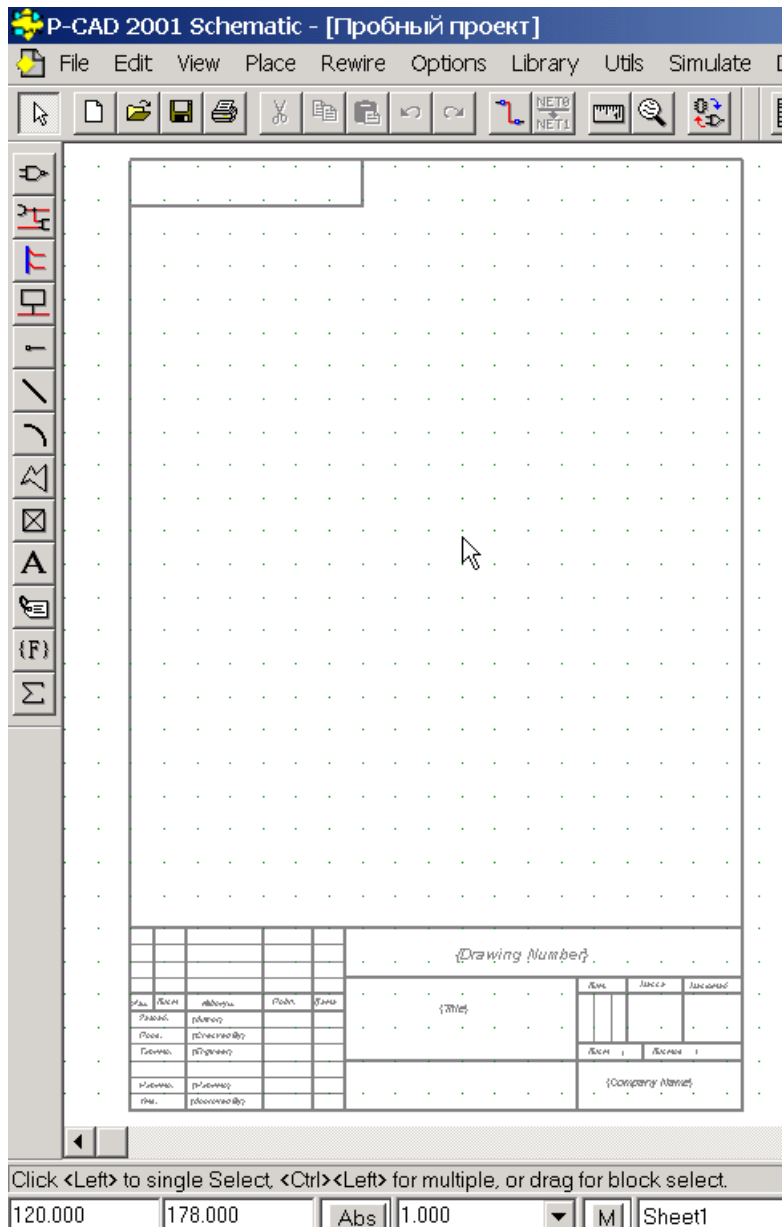

Рис. 4-22. Результат подключения форматки
7) Закройте панель **Option Configure**. На рабочем поле должна появиться форматка чертежа, как показано на рис. 4-22.